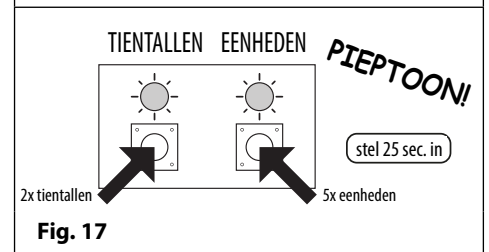

Fig. 17
2. Gebruik de knoppen 'tientallen' en 'eenheden' om de relaistijd in te stellen; om de relaistijd bijvoorbeeld op 25 te zetten moet u twee keer op de knop 'tientallen' en 5 keer op de knop 'eenheden' drukken (telkens nadat u op de knop hebt gedrukt, hoort u een bevestigingstoon en de gele LEDs 'tientallen/eenheden' knipperen), zie **Fig.17**.